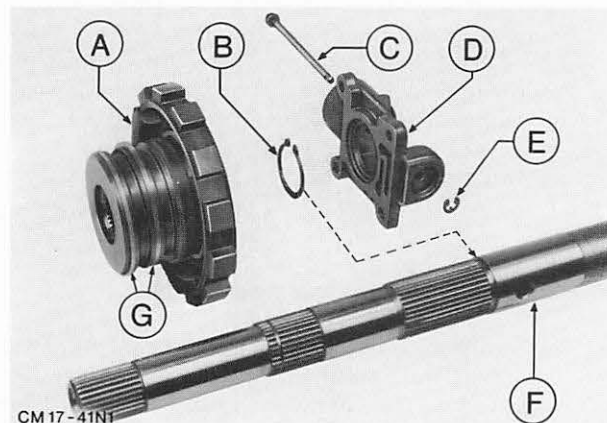

Abb. 80 Abtriebswelle mit Regler und Reglernabe
32. Sicherungsclip von der Reglerstange entfernen (dabei Gleitfläche der Reglerstange nicht beschädigen) und Reglerstange herausziehen. Reglerventil herausnehmen und Regler von der Reglernabe abschrauben (4 Schrauben). Abb. 80. Anschließend Reglergehäuse nach hinten und Reglernabe nach vorne von der Abtriebswelle abziehen. Sprengring aus dem Reglergehäuse entfernen und Reglergewichte herausnehmen. Kleinen Sprengring aus dem äußeren Reglergewicht ausbauen und Feder mit innerem Gewicht herausnehmen. Teile säubern, gegebenenfalls bei Verschleiß erneuern. Falls erforderlich, Kolbenringe von der Reglernabe entfernen und vorsichtig neue Ringe montieren. Vor dem Montieren der Kolbenringe unbedingt Kolbenringstoß (0,0 mm) prüfen. Regler in umgekehrter Reihenfolge wieder zusammenbauen, dabei neuen Sicherungsclip verwenden. Abb. 81. Nach dem Zusammenbau des Reglers prüfen ob: